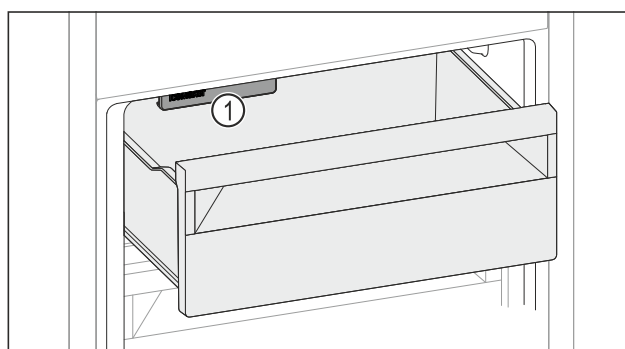

Fig. 142
- Võtke arvesse IceMaker Fig. 142 (1)it.